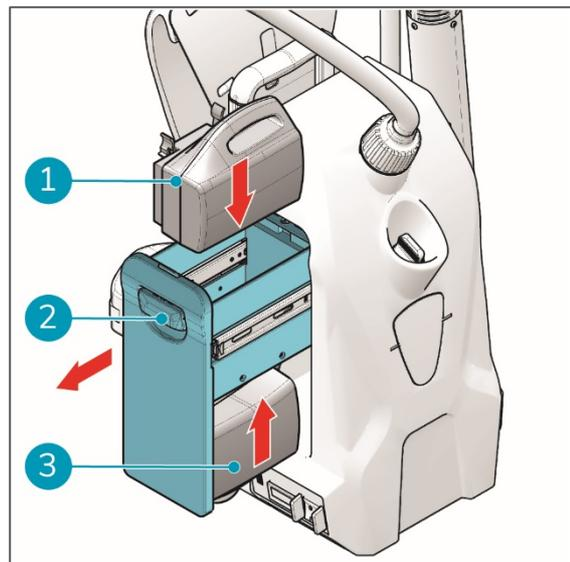

Figura 11
1. Abra o suporte da bateria (figura 11, posição 2) na lateral do i-gum®.
2. Coloque a bateria com o código de cor azul na ranhura azul correspondente na parte superior (figura 11, posição 1).
3. Coloque a bateria com o código de cor cinzenta na ranhura cinzenta correspondente na parte inferior (figura 11, posição 3).
4. Feche o suporte da bateria (figura 11, posição 2).